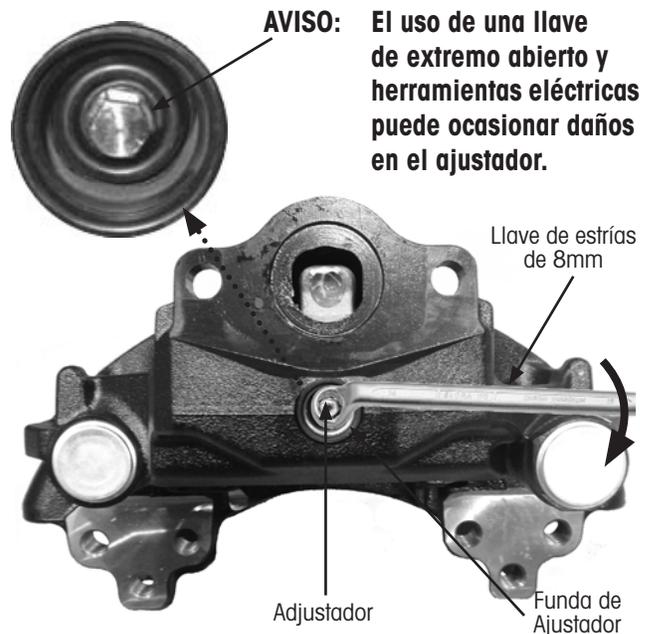

Figura 6: Revisión de movimiento del Ajustador
4. Use una llave de estrías de 8mm para **girar** el ajustador 1/2 vuelta en el sentido del reloj (Figura 6).
- Este paso requiere de dos personas: **Aplique suavemente los frenos** 5 veces (la presión de frenado es de aproximadamente 14.5 psi, 1 bar). Si el ajustador funciona correctamente, la llave girará, de forma incremental (Figura 6).
- El ajustador o la llave insertada no gira (Figura 6).